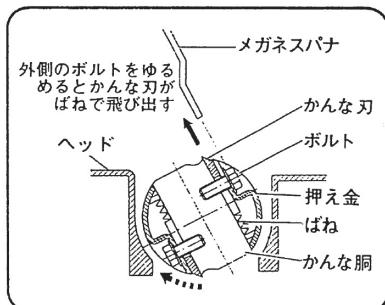
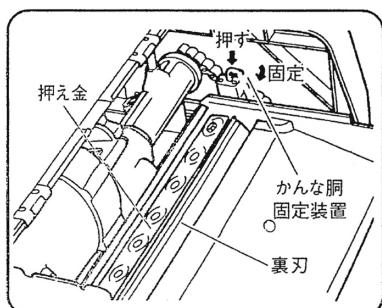

図 23
図 25
(3) かんな腔固定装置のレバーを指先で押し、右(図中固定側)にまわしてかんな腔を固定します。
(4) 付属のボックススパナ(10mm)で8本のかんな刃取付け用ボルトのうち、抑え金を押さえている内側の6本のかんな刃取付け用ボルトをゆるめて抜き取ります。(図25)
(5) 残った外側2本のかんな刃取付け用ボルトは1/4回転程度ゆるめます
**注** ●両端のかんな刃取付け用ボルトをゆるめすぎると、かんな刃がばねに押されヘッド(図23参照)の内側に飛び出します。もし、かんな刃が飛び出した場合はかんな腔を図23の点線の矢印方向にまわし、かんな刃を取り出してください。矢印と反対にまわすと、かんな刃がヘッドにくいこみ各部を損傷させます。